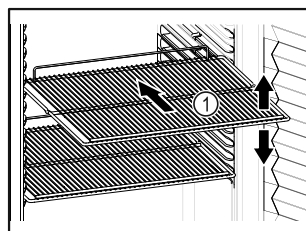

Fig. 53 Príklad zobrazenia
- ☐ Ak sa dajú odkladacie rošty Fig. 53 (1) premiestniť, prispôbte výšku.